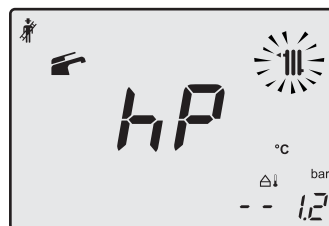

Рисунок 7.6
7.2) измените состояние на **hP** (режим "трубочист" активирован при минимальном отоплении) и нажмите для подтверждения кнопку 13. На дисплее появится символ **hP**, сменяющийся значением минимальной температуры отопления (Рисунок 7.6).